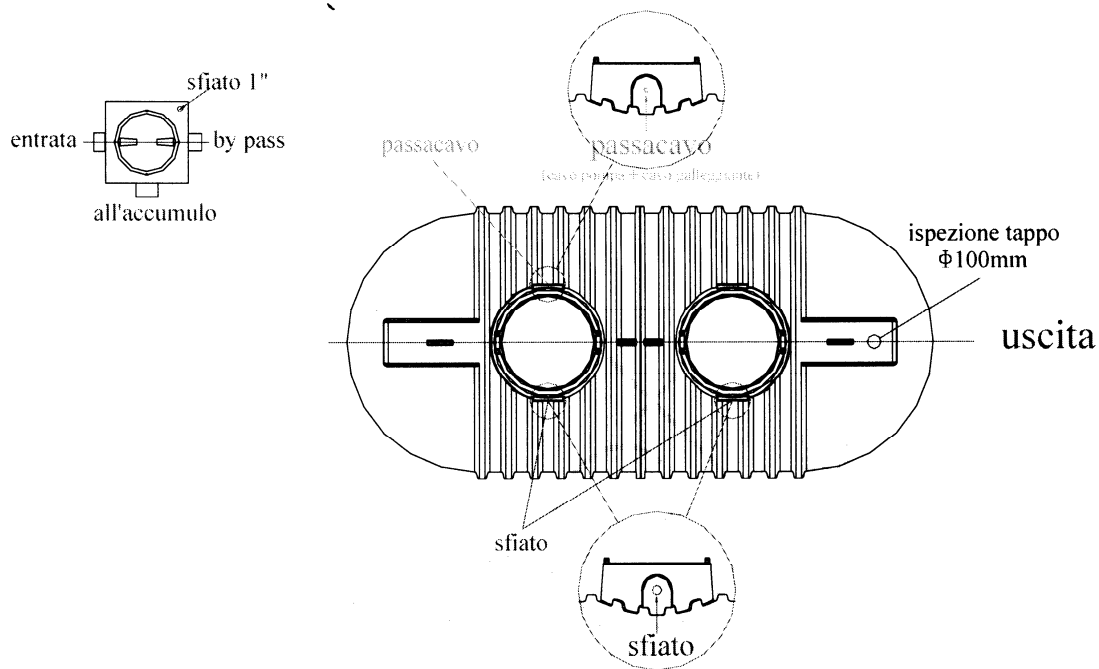
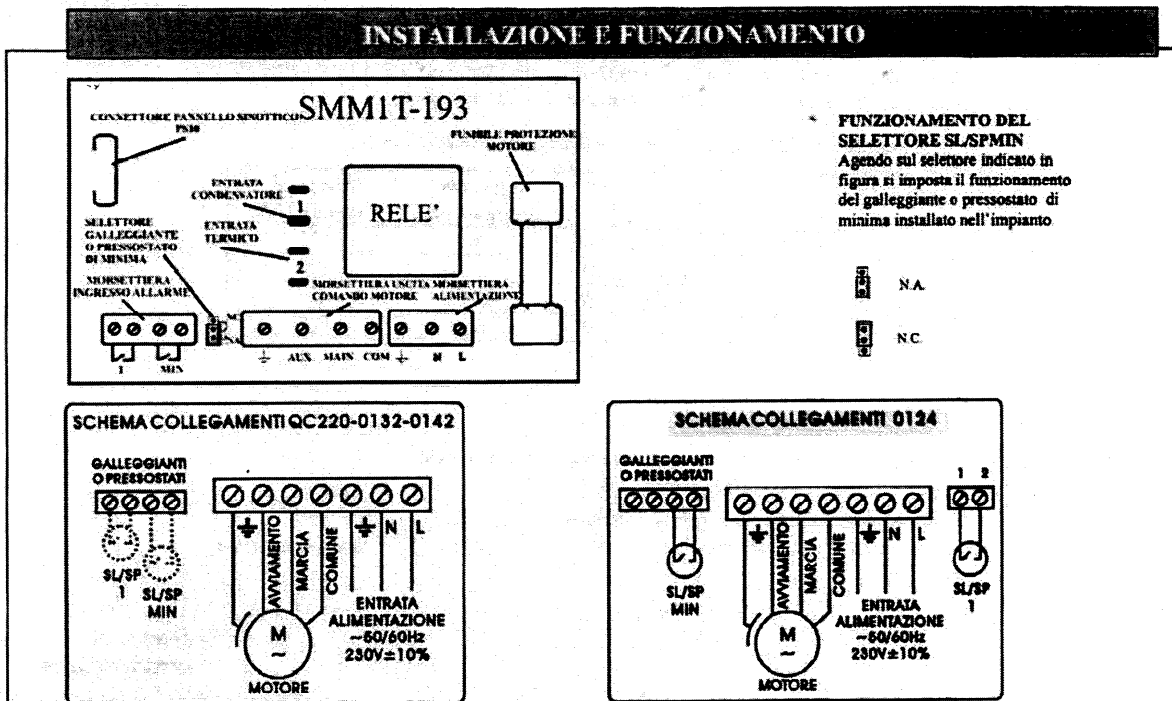
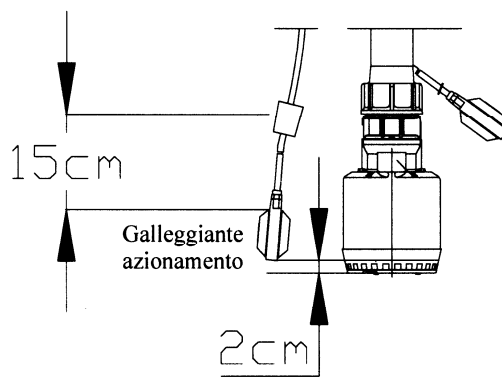

Fig.2 - Posizionamento collegamenti sfiati, cavo pompa e galleggiante
Fig.3- Schema elettrico quadro 0124 "Quadro di comando per impianto prima pioggia"
Fig.4- Posizionamento galleggiante
7.2. Collegamento sfiati (ventilazione) (Fig.2)
7.4. Collegamento pompa idraulica e galleggiante (Fig.3)
- Effettuare il collegamento elettrico al quadro 0124 "Quadro di comando per impianto prima pioggia" (passacavo Fig.2)
- Collegare il galleggiante di azionamento posto a fondo vasca (passacavo Fig.2) come da schema elettrico (Fig.3); posizionarlo verticalmente a 2 cm dal fondo; assicurarsi che il fermo sia posizionato a circa 15 cm dal bulbo (Fig.4)
- Collegare il quadro elettrico 0124 "Quadro di comando per impianto prima pioggia" presente seguendo lo schema elettrico allegato (Fig.3)